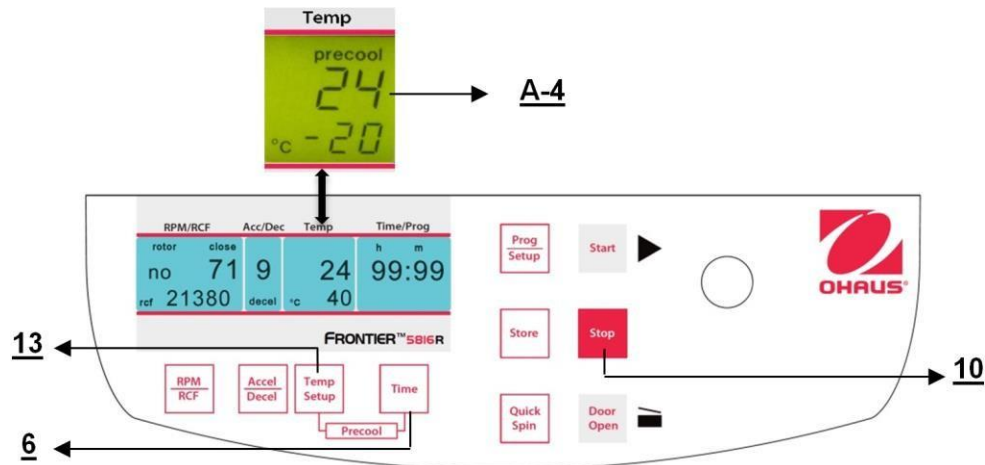

Figura 20
Si las muestras son sensibles a la temperatura, es útil preenfriar la centrifuga, el rotor y eventualmente los portatubos a la temperatura de trabajo requerida. Por lo tanto, inserte el rotor deseado y preajuste la temperatura respectiva. Al presionar en forma simultánea los botones **"Temp/Setup"** (13) (vea la Figura 20) y **"Time"** (6), inicia la operación. Durante la operación, la unidad selecciona automáticamente una velocidad rotacional que es equivalente al 20% de la velocidad rotacional permitida del rotor respectivo. Después de que se alcanza la temperatura predeterminada, puede salir de la operación de preenfriamiento con el botón **"Stop"** (10). Dependiendo del rotor insertado, el preenfriamiento dura aproximadamente entre 10 y 20 minutos.